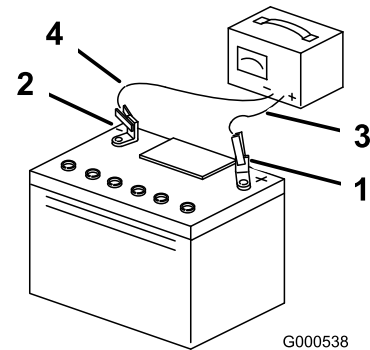

Bild 55
5. Ziehen Sie, wenn die Batterie voll geladen ist, den Stecker des Ladegeräts aus der Dose. Klemmen Sie dann die Klemmen des Ladegeräts von den Batteriepolen ab (Bild 55).